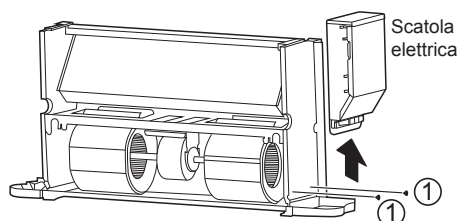

Figura 4-7 Rimozione della scatola elettrica
- Come illustrato in Figura 4-7, rimuovere le viti ① \*2 per rimuovere la scatola elettrica.